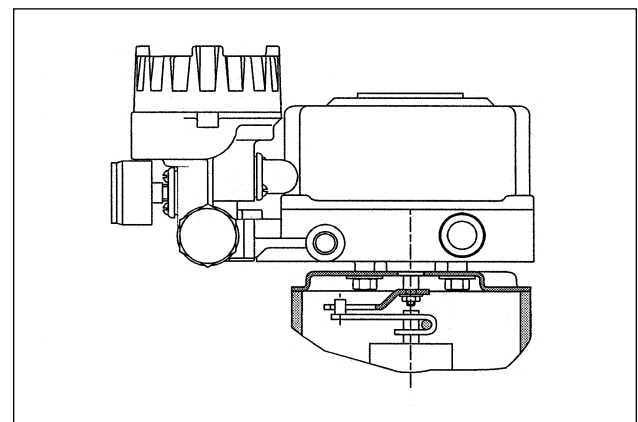

Figure 3 : Montage du positionneur avec arbre "double D" et tringlerie
5. Placer l'ergot (monté sur le levier se trouvant sur l'arbre de la vanne) dans la fente de la bielle et fixer la plaque du carter intermédiaire en place. Serrer les vis à la main seulement. Voir fig. 3.